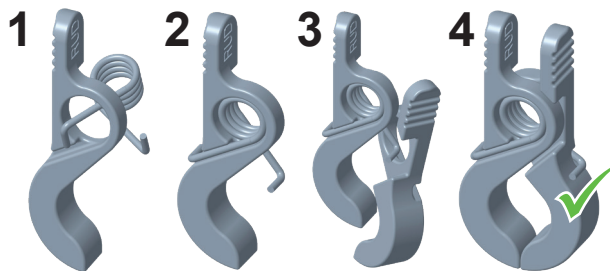

Abb. 24: Montagereihenfolge Schenkelfeder
- 5 Montieren Sie die beiden Hebel sowie die Schenkelfeder als eine Einheit (Zangenverschluss). Dabei muss die Schenkelfeder von der Mitte durch beide Bohrungen der Hebel montiert und jeweils in die seitliche Nut eingeführt werden. Montagereihenfolge siehe Abb. 24.